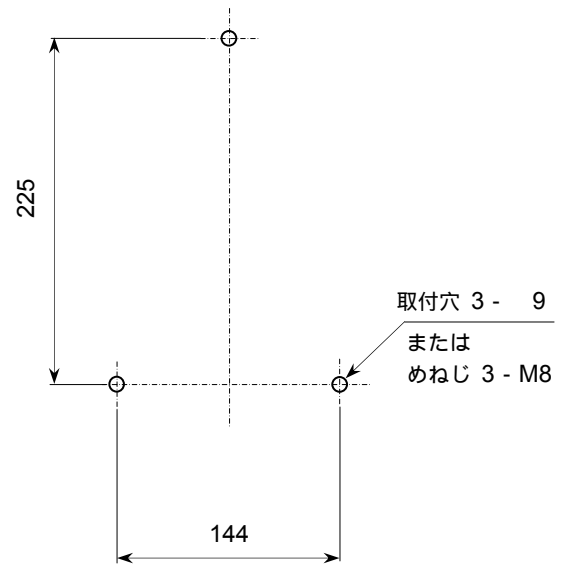

図 1.1
- 1) 取り付ける壁や盤に、図 1.1 に示す取付穴を 3 カ所あけてください。